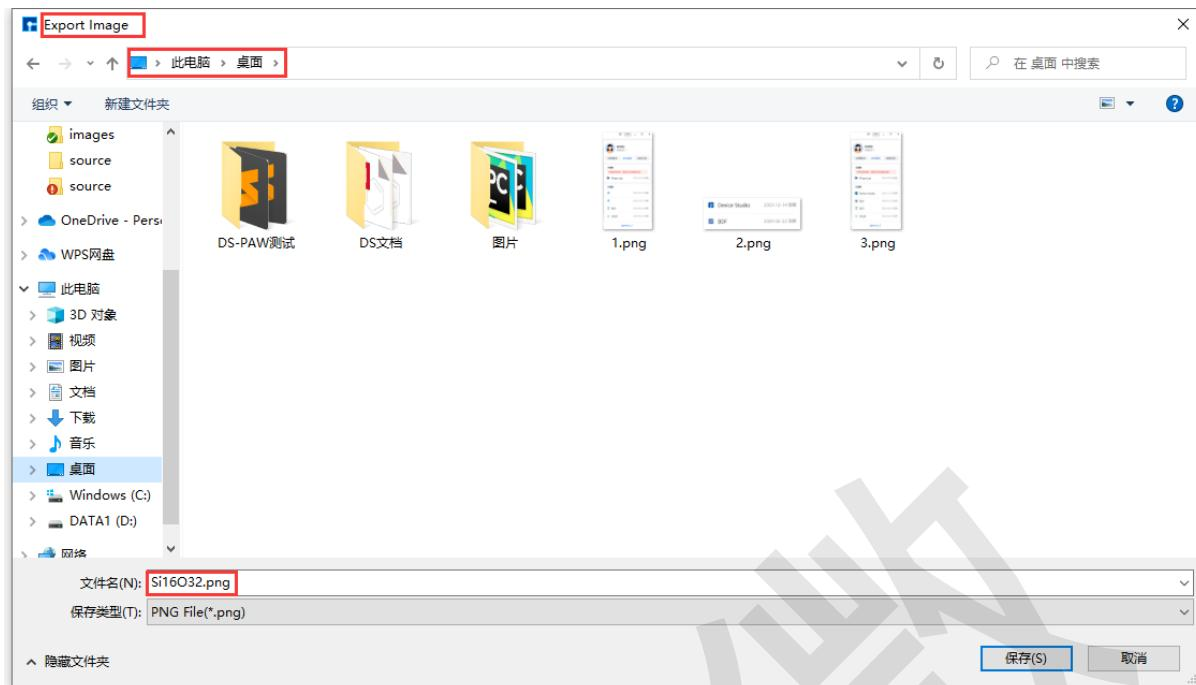

图 7.6: 导出图片文件 (.png、.jpg、.bmp、.pdf、.tif、.eps) 界面
- *Export Image*：点击后，弹出导出图片文件 (.png、.jpg、.bmp、.pdf、.tif、.eps) 界面，用户可根据需要给结构文件命名，并选择存储位置，如 图 7.6 所示。